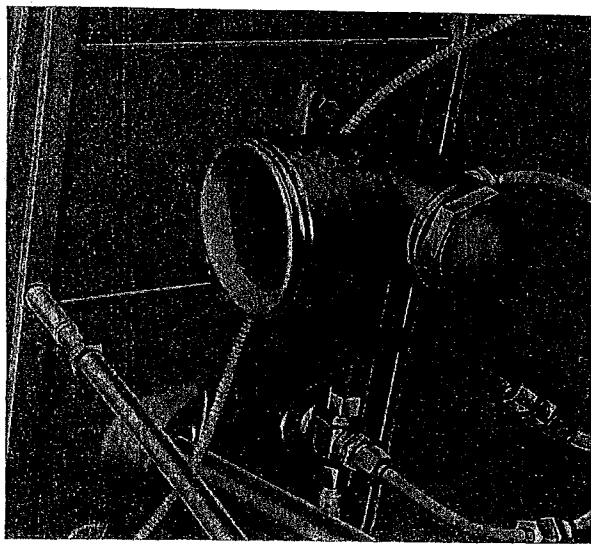

Abb. 40 Öfüllung in Zentralschmierpumpe
4.6 Schmierung des Fahrgestells (Abb. 40)